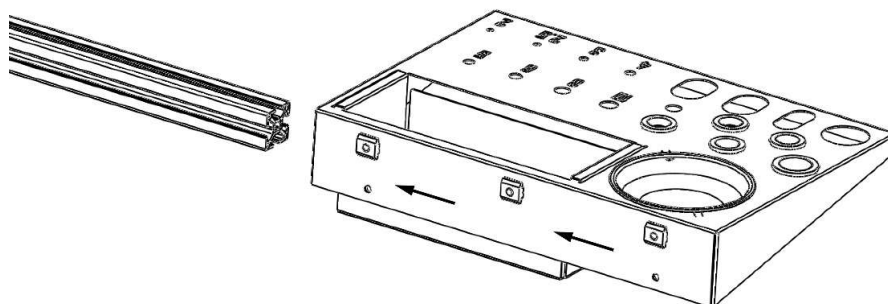

Figure 7
5. Insérez les écrous rainurés dans la rainure du bras (**figures 7 à 9**). Serrez les vis à l'aide d'une clé hexagonale de 4 mm.